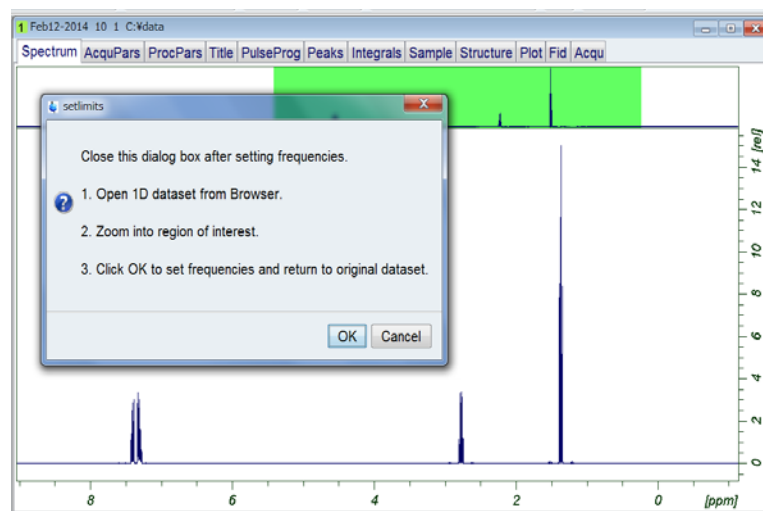

図 64. Setlimits ダイアログ
⑦ **観測範囲と中心周波数の設定を行います。**
a.  ボタンをクリックすると setlimits ダイアログが開きます (図 64)。